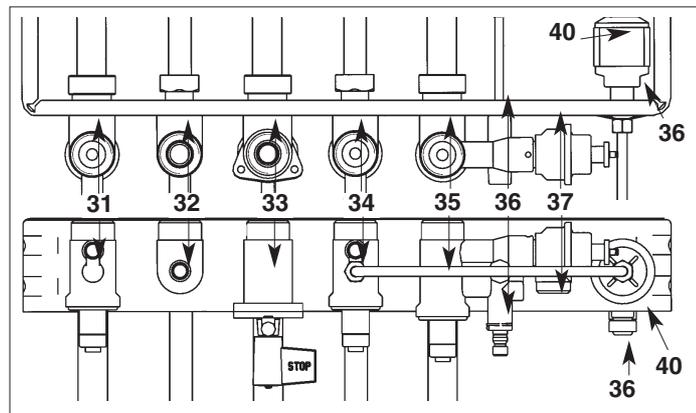

Fig. 22 - vues de dessus et de face
Barrette robinetterie (fig. 22)
3. Ouvrez l'arrivée du gaz en tournant le robinet gaz "33" (fig. 22, page 21), sur la position « 1 ».
- Coupez l'arrivée du gaz en tournant le robinet "33" (fig. 22, page 21), sur la position «STOP».